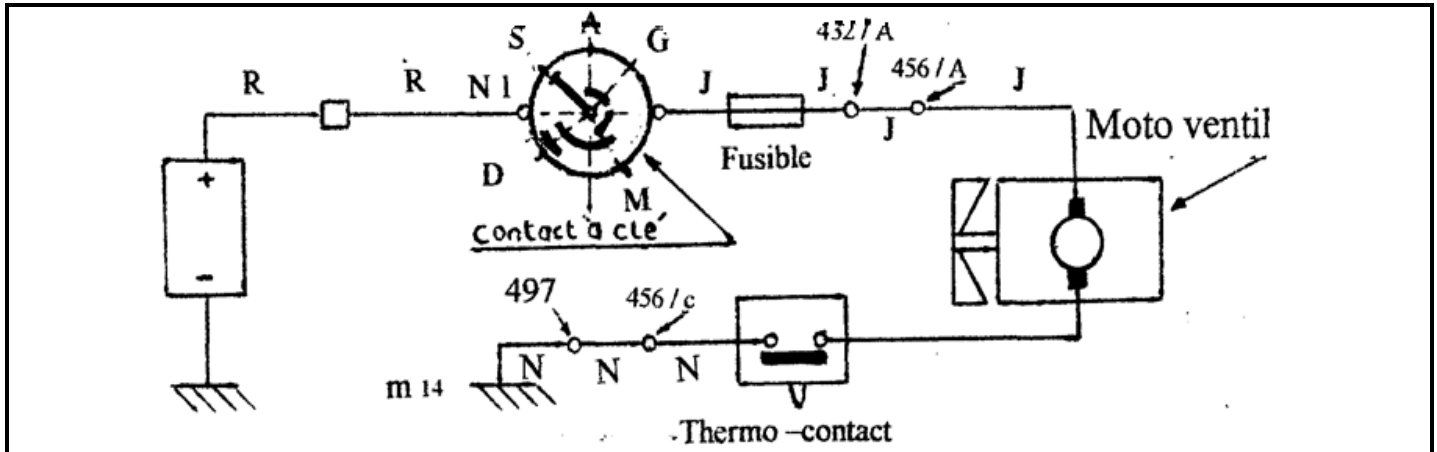

Figure 7 : Circuit électrique du motoventilateur
Votre cliente **Mme AGNOUNG Justine** se plaint de son moto ventilateur qui ne tourne pas sur son véhicule de marques **PEUGEOT 307**. La **figure 7** ci-dessous représente le circuit électrique du motoventilateur.
II.4.1 Identifier combien de fils électriques de couleur rouge (R) a-t-on utilisé pour la réalisation du circuit électrique du motoventilateur de la **figure 7** ci-dessus. (0.5pt)
II.4.2 Indiquer à quelle position de la clé de contact, le système de la **figure 7** ci-dessus peut-il être enclenché aux étapes suivantes. (0.75ptx2=1.5pt)
II.4.3 Vous voulez mesurer la continuité d'un des fils électriques du motoventilateur de la **figure 7** ci-dessus qui présente des défaillances à l'aide d'un multimètre numérique.
II.4.4 Donner deux (02) avantages du système de la **figure 7** ci-dessus par rapport au système classique. (0.5ptx2=1pt)